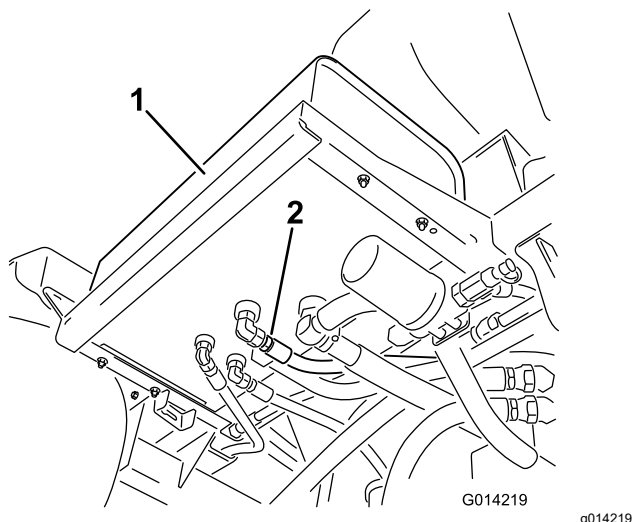

图 111
- 清洁液压油箱底部的 1 个液压软管接头周围的区域 图 111。
- 从油箱上拆下软管接头将油排放到盘中 图 111。